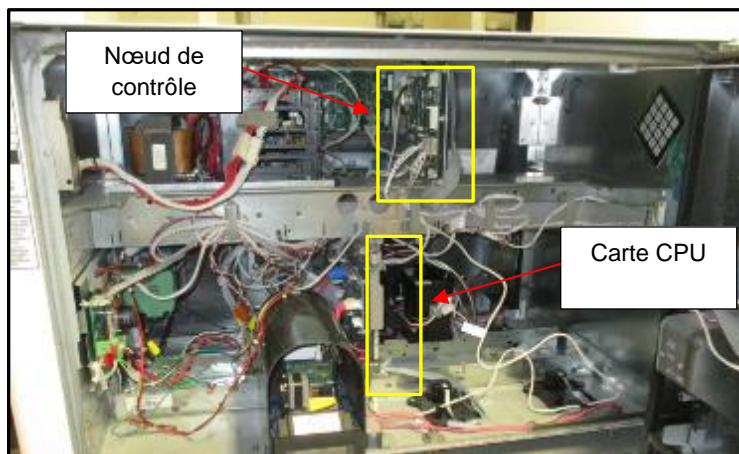

Fig 1.17 - Emplacement du nœud de contrôle CRIND et de la carte CPU
- 20.** Identifiez le nœud de contrôle CRIND situé sur le rail électronique supérieur à l'intérieur de la cavité électronique et la carte CPU montée en dessous. (Fig. 1.17)